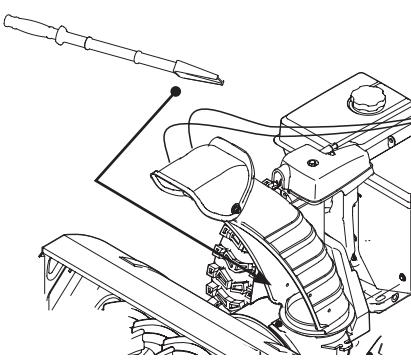

Figura 3-18
- Use el extremo con forma de pala de la herramienta de limpieza para desatrabar y recoger la nieve y el hielo que se hayan acumulado en el interior y cerca del conjunto del canal. Utilice siempre la herramienta de limpieza (N.º de pieza 931-2643), no use las manos. Consulte el suplemento que se adjunta por separado para obtener la información que se requiere para pedir la herramienta de limpieza. Consulte la Figura 3-18.